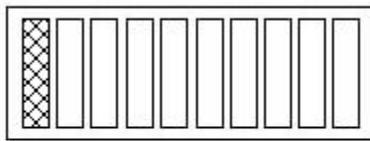

Fig. 1
3. Presione el botón de equilibrio (3) y manténgalo en esta posición. A la misma vez, ajuste los mandos de equilibrio (2) hasta que se vea un equilibrio apropiado.
4. La condición apropiada de equilibrio existe cuando el indicio de las barras en la gráfica de LED (Fig. 1) es mínimo a la sensibilidad escogida para inspección. Aumente la sensibilidad (1) hasta que se vea una condición de des-equilibrio en la gráfica (Fig. 3). Una condición de des-equilibrio está mostrada por una aumenta en la cantidad de barras iluminadas. Si las barras están todas iluminadas, disminúe la sensibilidad (1) hasta que la cantidad de barras iluminadas es menos que 9. Ajuste cada mando de equilibrio (2) alternativamente hasta que se vea un indicio mínimo en la gráfica (Fig. 1).
5. Solte el botón de equilibrio. Establezca la sensibilidad necesaria para detectar con confianza el estandar de defecto. El mal material debe mostrar un indicio de barras de lo menos un LED rojo. Recuerde que cuandoquiera se aumenta la sensibilidad (1), se debe verificar de nuevo la cantidad de des-equilibrio. (Paso 4).